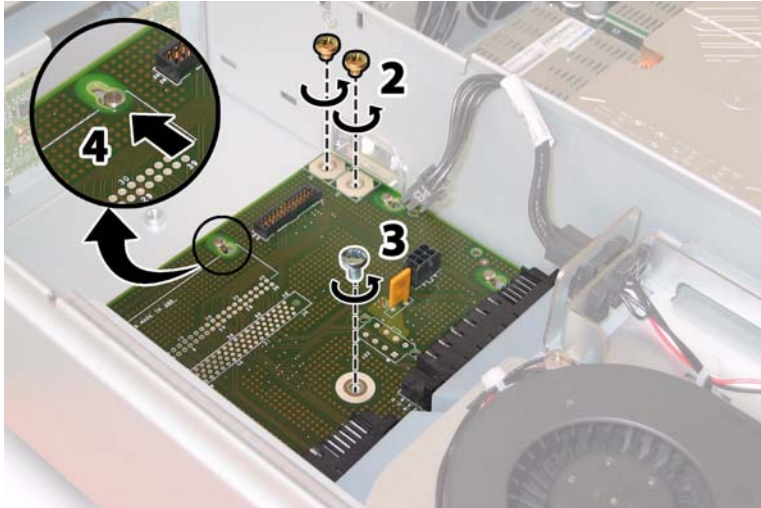

図 4-64 シャーシからの配電盤の取り外し
11. No.2 のプラスドライバーを使って、配電盤をシャーシとバスバーに固定している 3 本のネジを外します。図 4-64 を参照してください。